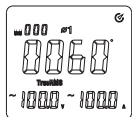

图11-1
- 4) 负载为三相四线制时，先按SELECT键选择第一相位 $\phi 1$ ，如图11-1，显示相位 $\phi 1$ 的相位角 ϕ 值，电压V值，电流A值。